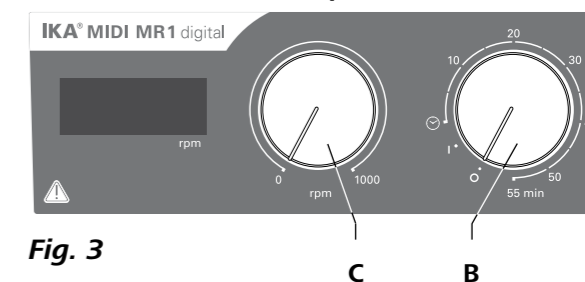

Fig. 3
- ☞ Para encender el aparato, gire el mando giratorio de "encendido y apagado" y "temporizador" (B, véase Fig. 3) hacia la derecha hasta la posición "1".
- ☞ Para ajustar el régimen de revoluciones del motor, utilice el mando regulador de “**velocidad**” (C, véase Fig. 3). Este régimen puede ajustarse de 0 a 1000 rpm en el caso del **MIDI MR 1 digital** y de 0 a 600 rpm en el caso del **MAXI MR1 digital**.